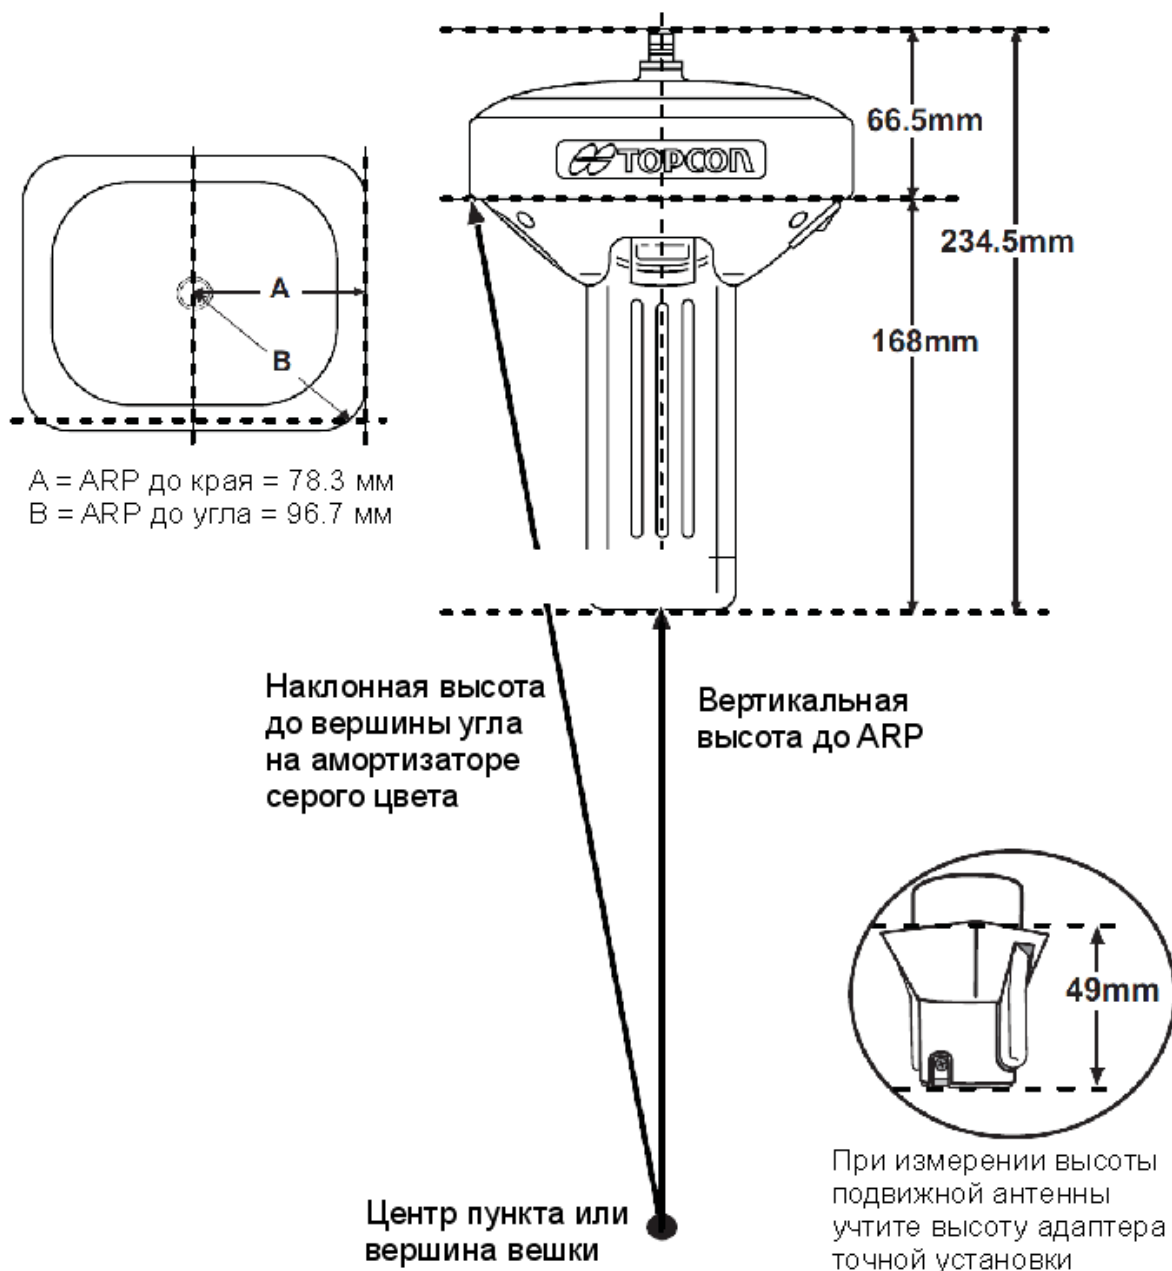

Рисунок 4-3. Измерение смещения антенны
1. Измерьте высоту антенны над центром (маркой) пункта методом наклонного или вертикального измерений (см. рис. 4-3).